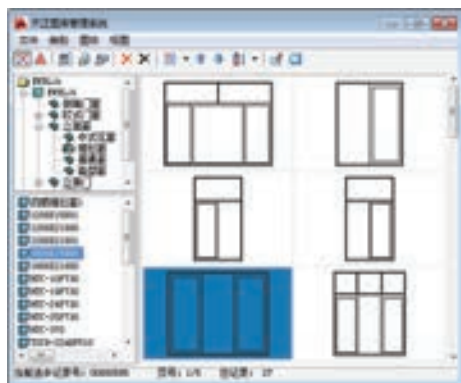

图 14-131 “天正图库管理系统”窗口
6) 替换窗样式。调用“立面门窗”命令，在打开的“天正图库管理系统”对话框中选择立面窗样式，如图 14-131 所示。